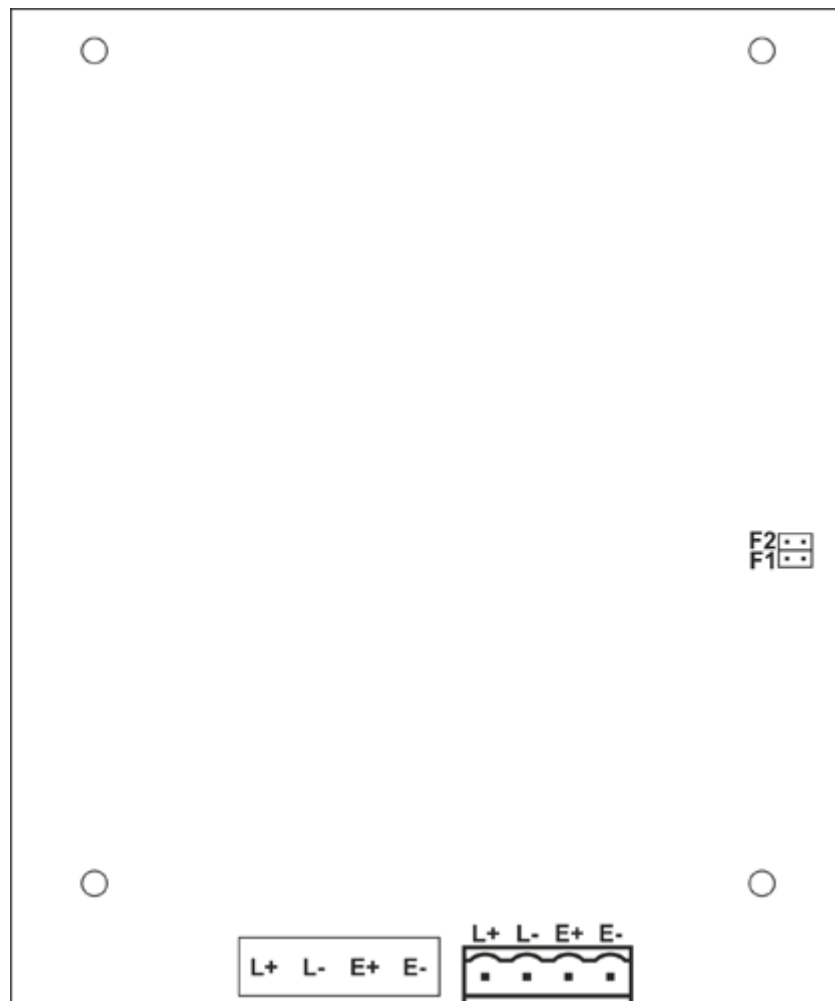

Рис. 3.1.
3.3. Расположение выводов для подключения ВПУ представлено на рис.3.1.